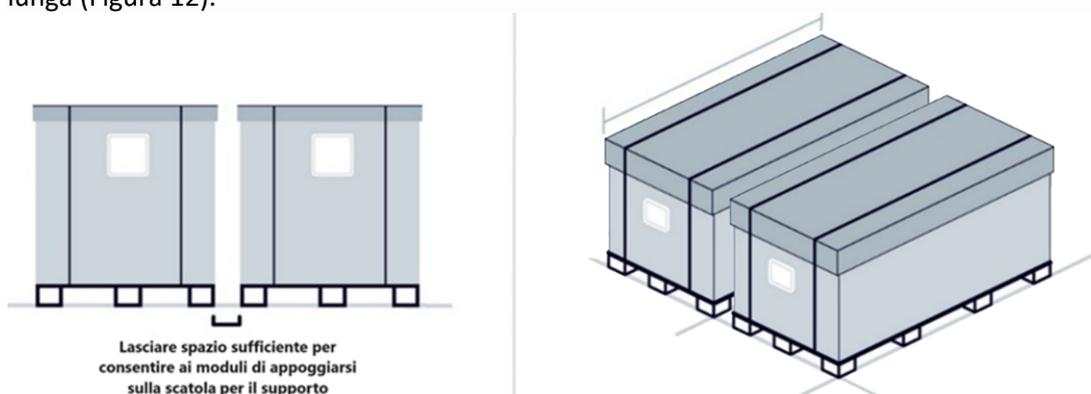

Figura 12: Allineamento corretto delle scatole.
3. Disimpilare la scatola superiore utilizzando strumenti adeguati, come un carrello elevatore, e posizionarla accanto alla scatola inferiore in modo che i due pallet siano allineati sull'estremità lunga (Figura 12).